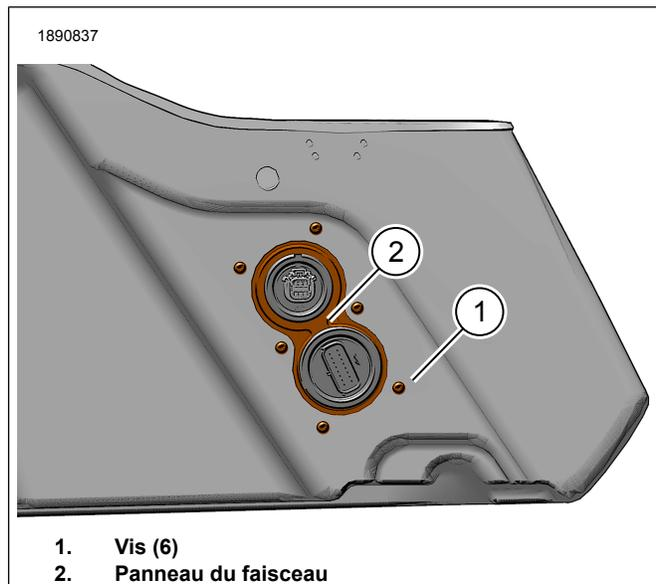

**Figure 3. Vue connecteur de panneau 6 voies [289A]**
- b. Voir la figure 3. Retirez les bouchons d'étanchéité des cavités 3 et 4 dans le nouveau connecteur de panneau à 6 voies de la sacoche droite [289A].
- c. Insérer la borne du fil de verrouillage électrique beige/orange dans la cavité 3 (4).
- d. Insérer la borne du fil de déverrouillage électrique beige/rouge dans la cavité 4 (4).